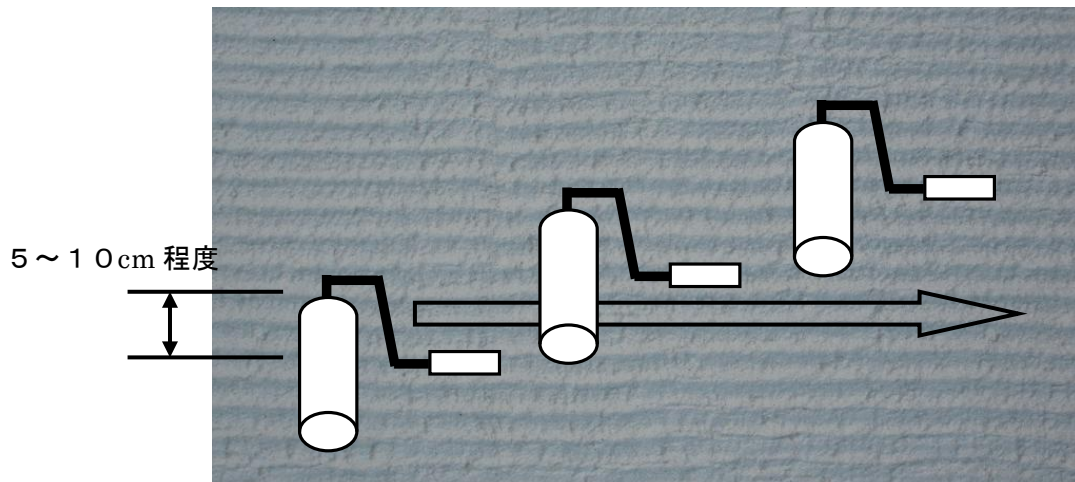

図3
- ・配り塗りした塗材が乾燥しないうちに、JR-189を横方向に転がしパターン付けを行ってください(図3)。
隣のパターンと5～10cm程度、交差するようにローラーを転がしてください。(図3)